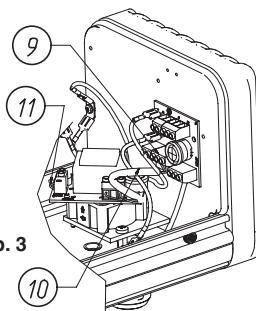

Abb. 3
- An dieser Stelle ist es möglich, das Ventilatorkabel an der vorhandenen Klemme auf der beigefügten Schaltung zu fixieren und das Belüftungsset mit dem Kabel (10) an die Trägerschaltung (9) anzuschließen (Abb. 3).